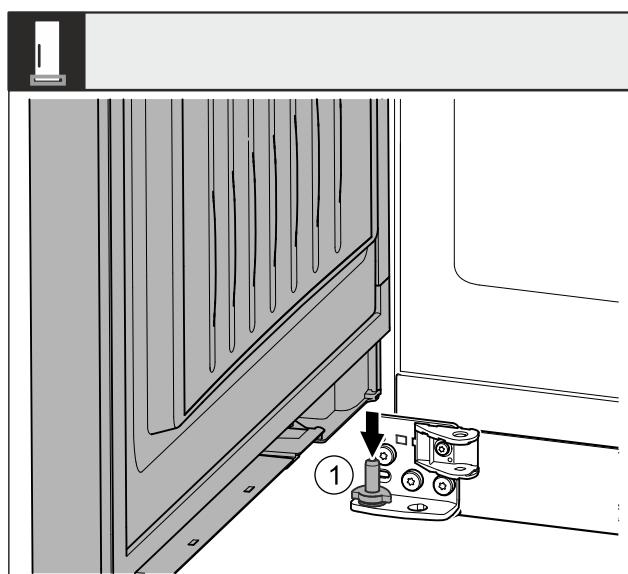

Fig. 37
- Tür von oben auf den unteren Lagerbolzen Fig. 37 (1) aufsetzen.